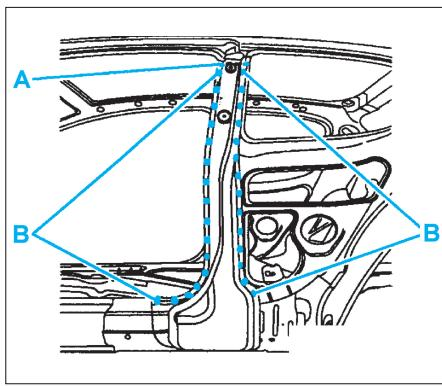

FIG. 65
- par cordons successifs en A au MIG (Fig.65).